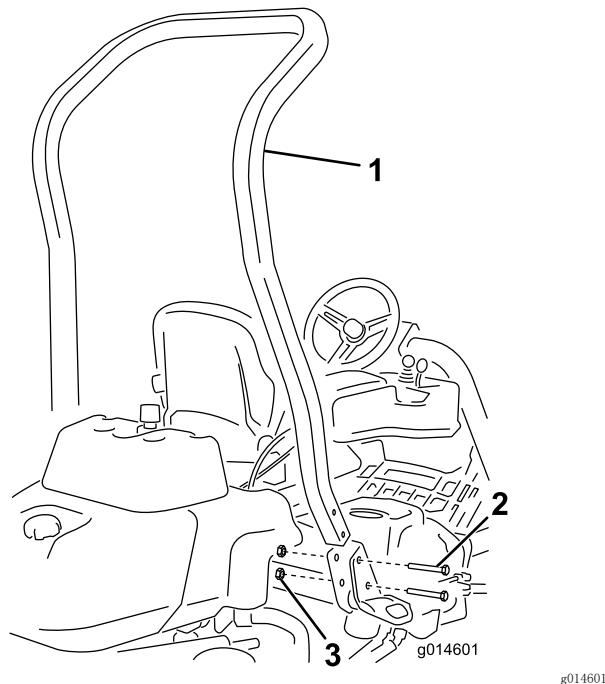

图3
3. 使用 4 个螺栓 ($\frac{1}{2} \times 3\frac{3}{4}$ 英寸) 和 4 个凸缘螺母 ($\frac{1}{2}$ 英寸) 将翻车保护杆安装到机器两侧的卡槽中 (图3)。